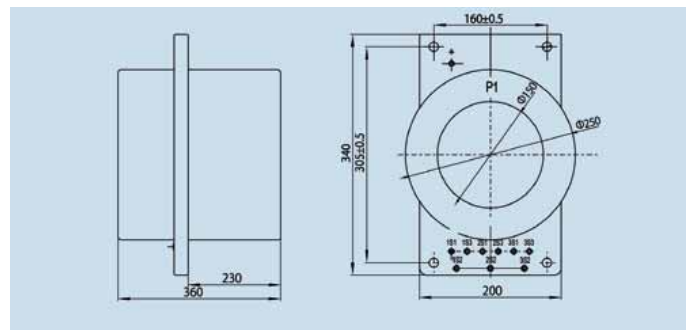

Рис. 5.3 Внешний вид и размеры трансформатора тока LMZJ-10Q3
5.3 Внешний вид и размеры трансформатора тока LMZJ-10Q3 (см. рис. 5.3)